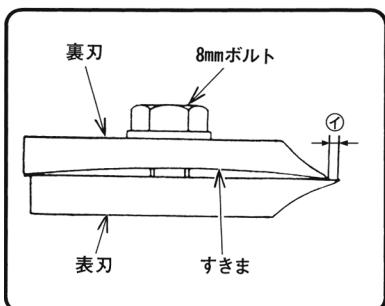
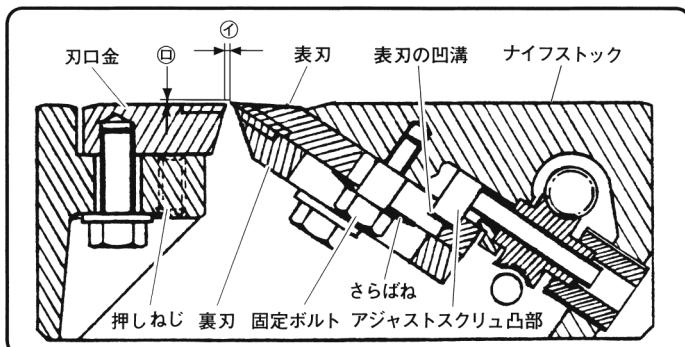

図 23
図 30
(1) 研磨刃仕様品の場合
① 木材の用途（柱および板など）に合わせて表刃の刃先が裏刃の刃先から①寸法出るように調整してから、4個の8mmボルトを付属の13mmボックスパナで締付けます。（図23）
①寸法 柱…… 0.4～0.5mm
② 表刃と裏刃の合わせ面は図23のようにすきまがあり、刃先の部分が開かないようになっています。締めすぎると刃先の部分が開き、木材の切削面に逆目ができることがありますのでご注意ください。
- ① 図23のように組立てたかんな刃（表刃・裏刃）の表刃凹溝をアジャストスクリュの凸部（図30参照）に入れ、ターンテーブルに取付けます。
② かんな刃（表刃・裏刃）の固定